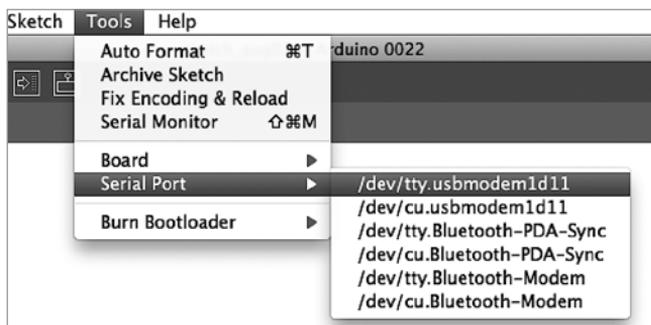

Рис. 1.12. Выбор порта USB
- Вот практически и все, осталось всего два шага, после которых ваша Arduino IDE будет готова к работе. Сначала нужно сообщить среде разработки, к какому разъему подключена плата Arduino. Выберите пункт меню **Tools** ▶ **Serial Port** (Инструменты ▶ Порт) и затем пункт **/dev/tty.usbmodem1d11** в подменю, как показано на рис. 1.12.